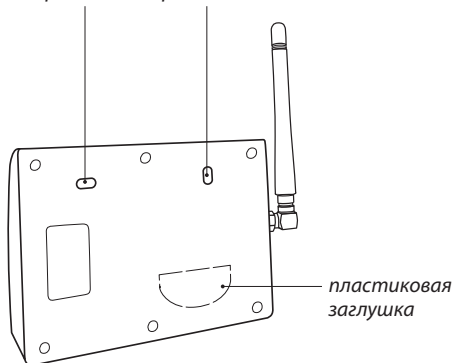

Рис. 7. Вид модуля управления Neptun ProW+ WiFi сзади
2. Закрепите заднюю стенку прибора на ровной поверхности, например на стене, при помощи двух саморезов 3,0×25 мм (рис. 7).